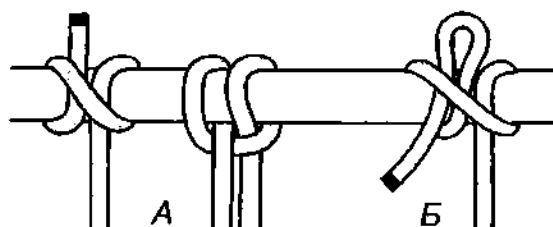

Рис. 606. А – **выбленочный узел**; Б – **быстроразвязывающийся выбленочный узел**.
**Выбленочный узел**, как и **коровий**, состоит из двух шлагов и по крепости примерно равняется последнему (рис. 606 А). У них и свойства очень похожи – узлы крепкие и безопасные, если тяга приложена к двум концам, если же к одному, то узлы могут быть ненадёжными и крайне опасными, они ползут и развязываются. В основном **выбленочный узел** вяжется как вспомогательный узел для временного крепления верёвки.
На парусных судах с помощью **выбленочного узла** на вантах крепились выбленки – ступеньки для подъёма на мачту. От этих выбленок он и получил своё название. **Быстроразвязывающимся выбленочным узлом** моряки привязывали лить лёгости к швартову (рис. 606 Б). **Выбленочным узлом** крепили к якорю буйреп, который соединялся с томбуем – поплавком, показывающим местонахождение якоря на дне. Такой узел назывался **буйрепным**. Ходовой конец с кнопом на конце крепился к веретену якоря бензелем (рис. 610).